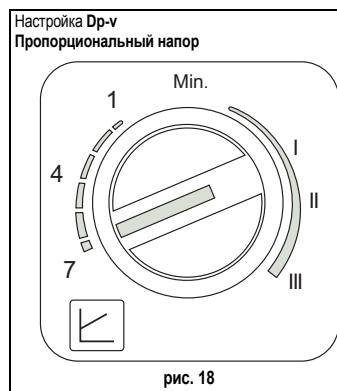

рис. 18
- Настройка Dp-v пропорционального напора (рис. 18)